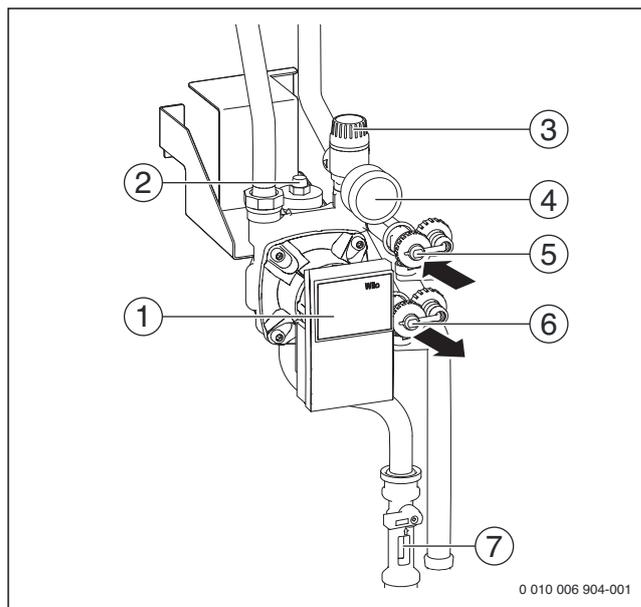

Fig. 75 Aperçu du groupe solaire
Raccorder le dispositif de remplissage au robinet de remplissage et de vidange de la pompe solaire (→ fig. 75) :
- ▶ Ouvrir le robinet de remplissage et de vidange (→ fig. 75, [5] et [6]).
- ▶ Pendant la purge, brider plusieurs fois rapidement le robinet de remplissage et de vidange côté aspiration (→ fig. 75, [6]), puis l'ouvrir rapidement entièrement. Les bulles d'air qui se sont accumulées dans la conduite peuvent ainsi se résorber.